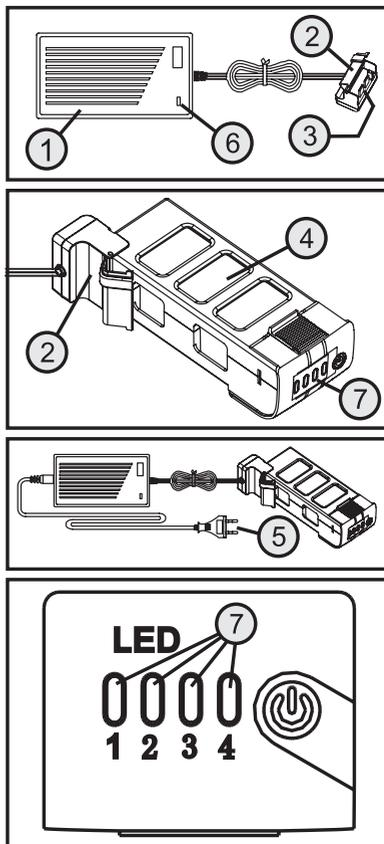

Figura 5
Collegare l'accumulatore (4) all'adattatore di ricarica come indicato nelle due immagini centrali della figura 5.
! Per una migliore rappresentazione, nei disegni della figura 5 il cavo di collegamento dell'adattatore è mostrato avvolto. Tuttavia, prima della prima ricarica, è necessario rimuovere le fascette e svolgere il cavo.